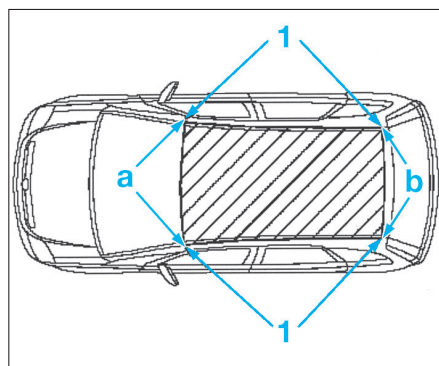

FIG. 80
- Décoller le cadre de pavillon en haut G et D (1) (Fig.80).